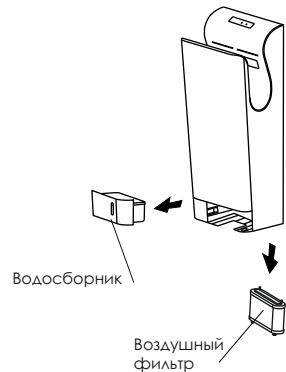

Рисунок 5
3. Снимите водосборник и воздушный фильтр (Рисунок 5).